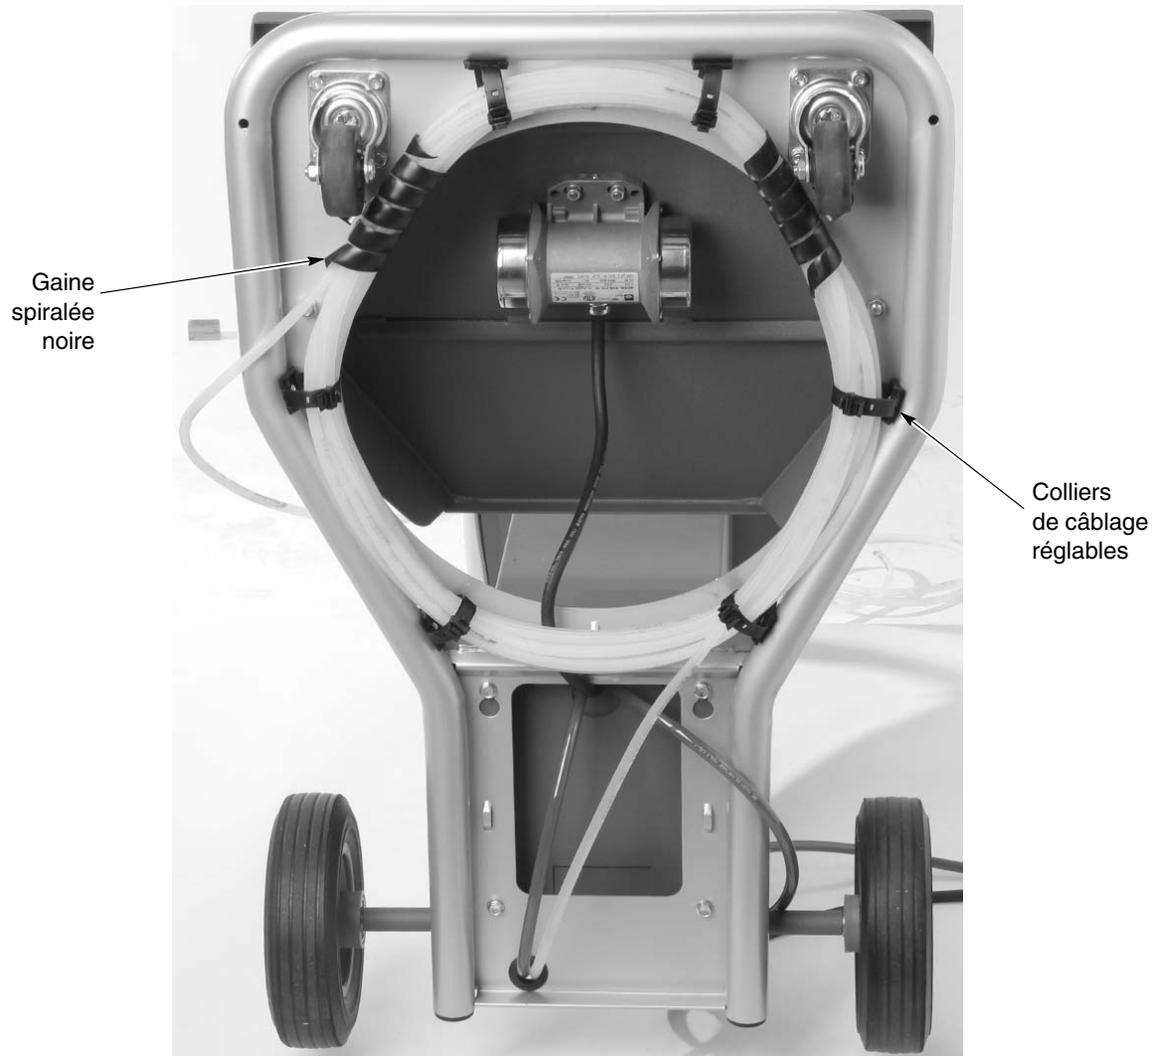

Figure 3-9 Mise en botte des tuyaux (illustration avec système mobile)
Voir la figure 3-9. Utiliser des morceaux de la gaine tubulaire spiralée fournie pour assembler en toron le câble du pistolet, les tuyaux à air et le tuyau à poudre.
**NOTE :** Voir la figure 3-9. La longueur minimale du tuyau à poudre est de 18 m (60 ft.)